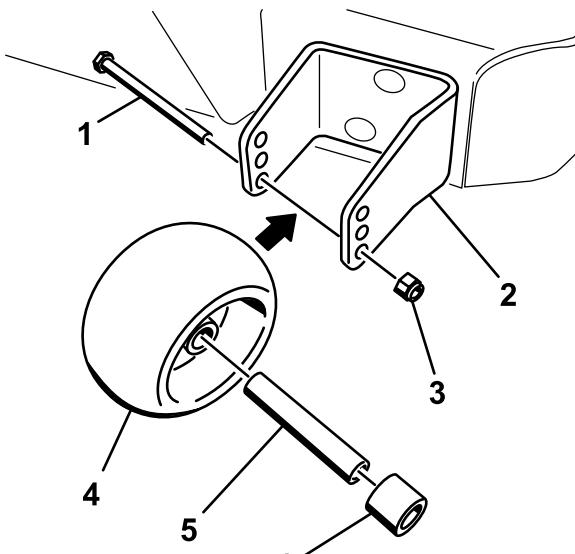

Figure 17
3. Après avoir réglé la hauteur de coupe, réglez les galets en retirant l'écrou à collet, la bague, l'entretoise et le boulon (Figure 17).
5. Posez l'écrou à embase, la bague, l'entretoise et le boulon. Serrez à 54-61 Nm (40-45 pieds-livre) (Figure 17).